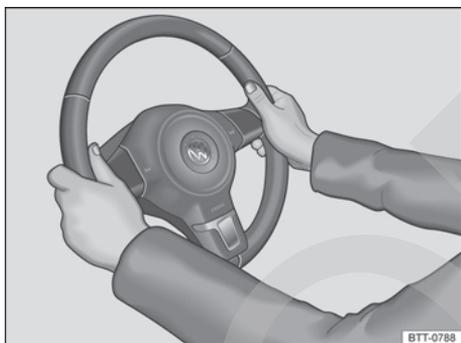

Fig. 65 En el volante: posición equivalente a las 9 y las 3 horas.
- Ajuste el volante de forma que pueda sujetarlo con las dos manos por los lados, por su parte exterior, en la posición equivalente a las 9 y las 3 horas → fig. 65 con los brazos ligeramente flexionados.
- Con el fin de reducir el peligro de sufrir lesiones en caso de que se dispare el airbag frontal del conductor, durante la conducción sujete siempre el volante por los lados, por su parte exterior, con las dos manos en la posición equivalente a las 9 y las 3 horas → fig. 65.